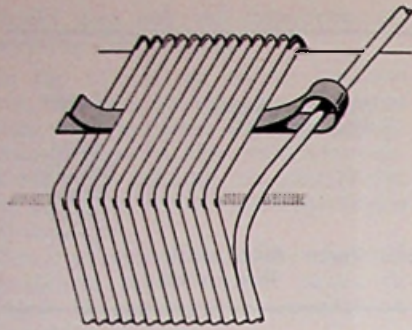

Fig. 12. Afbinden van draadeinden.
b.v. met een stukje isolatieband. Vervolgens slaat men het bandje om de draad als in fig. 12. Daarna wikkelen we een 10 à 15 windingen over het bandje heen, waarna gewoon verder wordt gewikkeld en er dus twee uiteinden uit de wikkeling komen kijken.